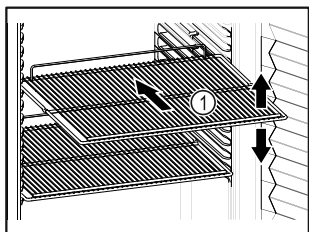

Fig. 58 Példaként szolgáló ábrázolás
- Ha a tároló rácsok Fig. 58 (1) áthelyezhetők, akkor igazítsa be őket a kívánt magasságnak megfelelően.